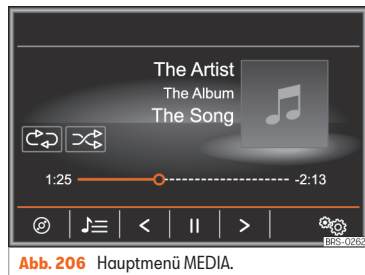

Abb. 206 Hauptmenü MEDIA.
- Tippen Sie auf die Funktionsfläche » » » Abb. 206.